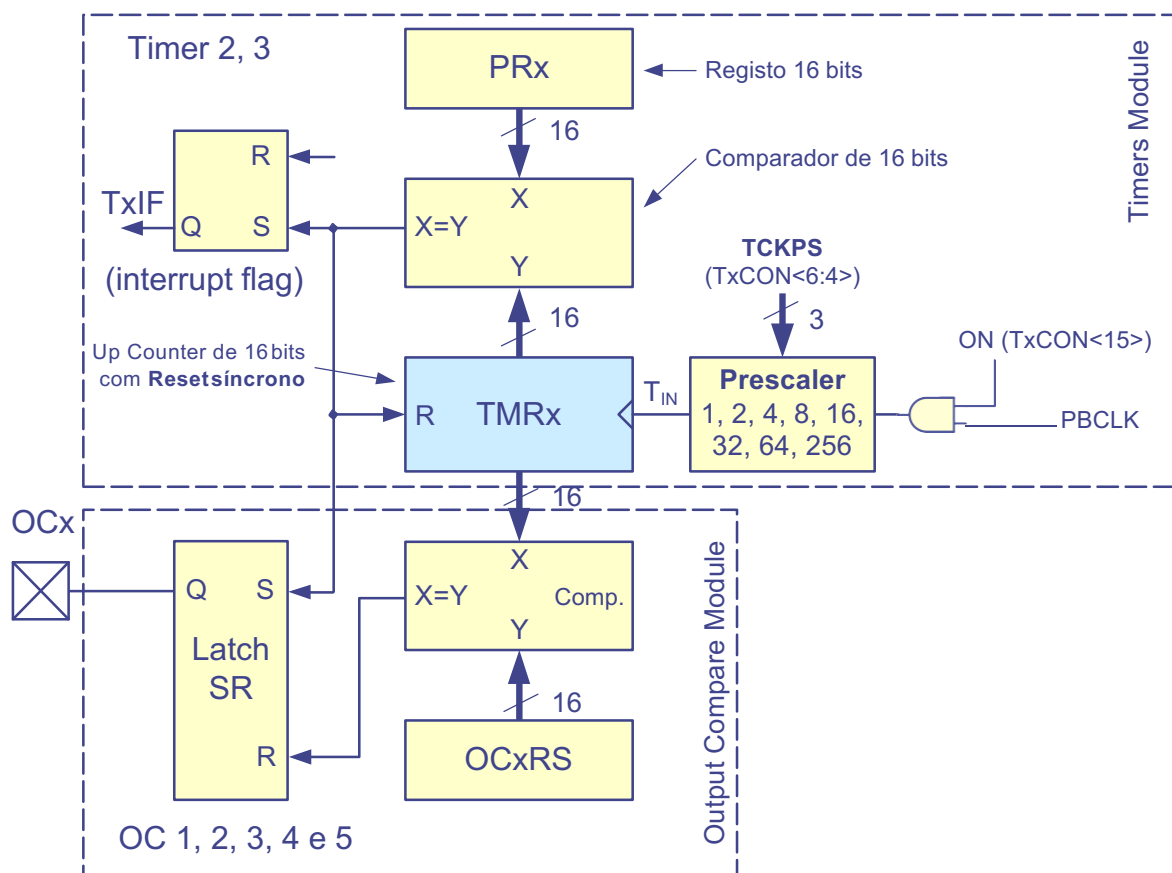

Figura 14. Diagrama de blocos do sistema de geração de sinais PWM.
No PIC32 a geração de sinais PWM é efetuada usando os *timers* T2 e T3 e o *Output Compare Module* (OC). A Figura 14 apresenta o diagrama de blocos do sistema de geração de sinais PWM, onde se evidencia a interligação entre o módulo correspondente aos *timers* T2 e T3 e o módulo OC.